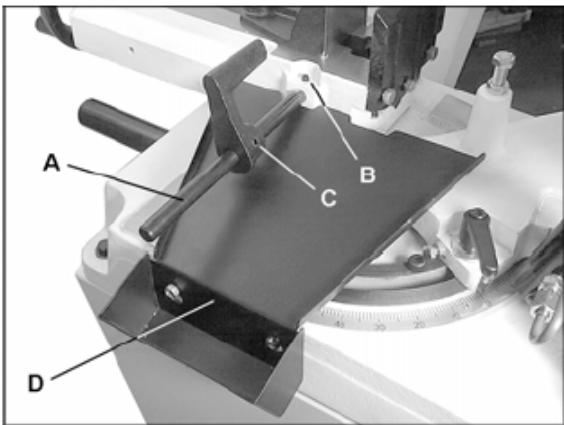

Рис.4
Установите стержень концевого упора (A, Рис.4) в основание станка и зафиксируйте его винтом (B).
Стружкосборник (D) может быть установлен как показано на рис.4